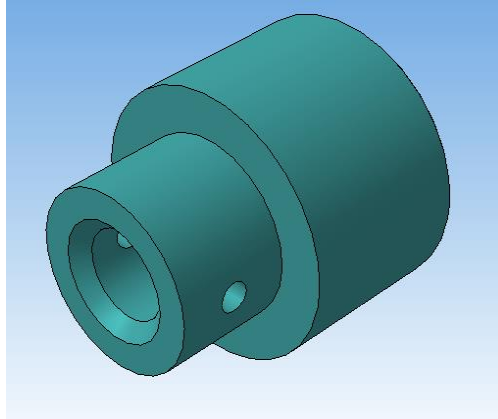

Рисунок 26
1. Создание модели детали «корпус» (рисунок 26).
17. В результате получается рисунок 26.